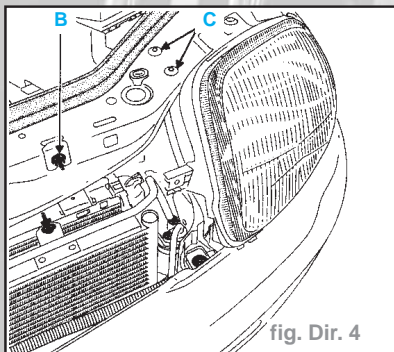

fig. Dir. 4
- Déposer les deux écrous (B) de fixation de l'ensemble de refroidissement sur la traverse supérieure (fig. Dir. 4).